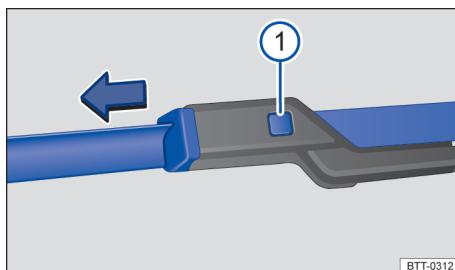

图 115 更换前风窗的风窗刮水器刮水片
- 按住分离按钮 → 图 115 ①同时沿箭头方向拉出刮水片。